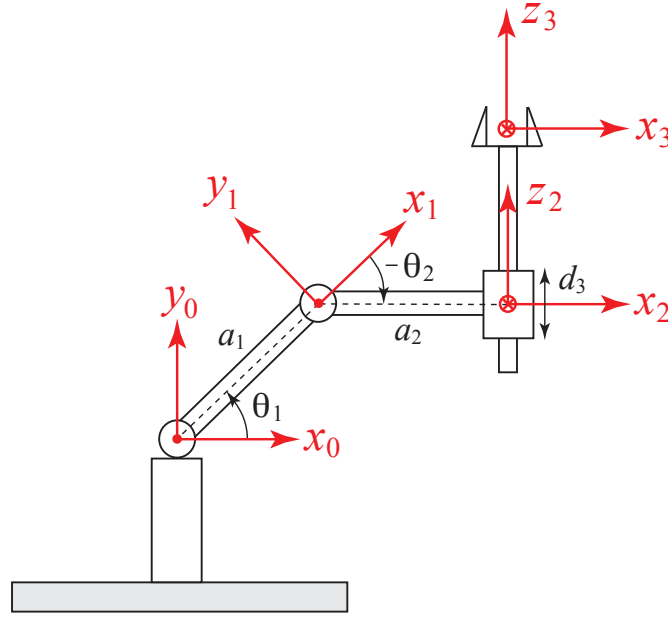

FIGURE 1 – Manipulateur planaire à 3 DDL.
1. Déterminer les paramètres de Denavit-Hartenberg du manipulateur planaire RRP à 3 DDL montré dans la Figure 1, dont les repères (rouges) ont été déjà positionnés.